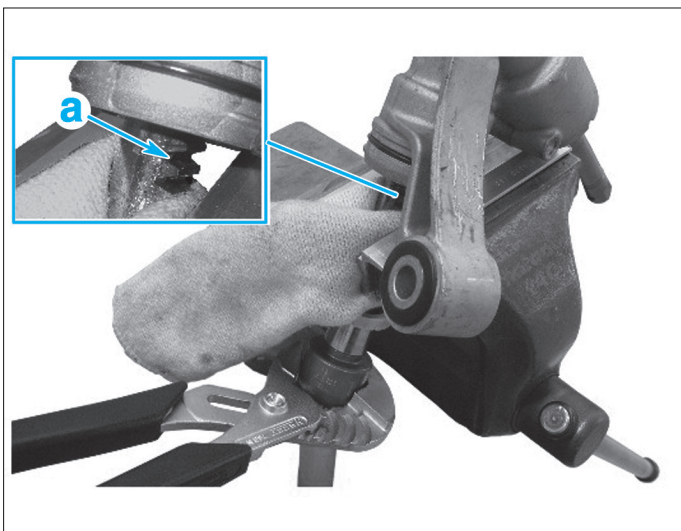

Fig. 13
- A l'aide d'un outil adéquat, bloquer la crémaillère en (a) (Fig.13).